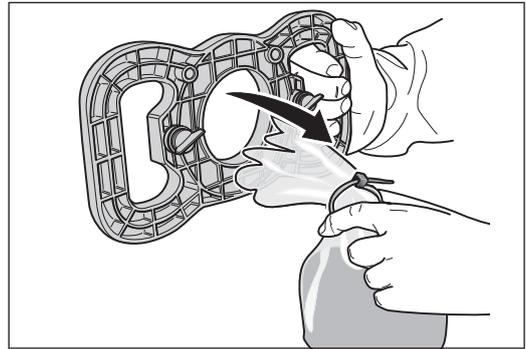
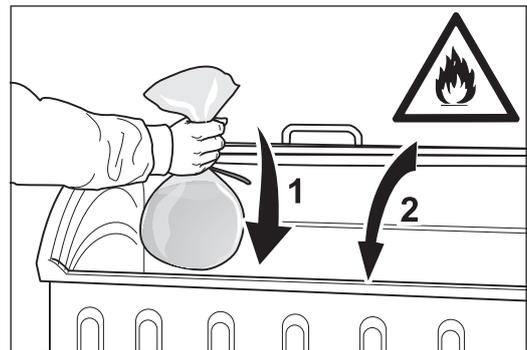

Abb. 31 Den Müllbeutel aus der Entleervorrichtung entfernen.
Abb. 32 Den gefüllten Müllbeutel in einen **nicht brennbaren** Behälter legen (1) und diesen verschließen (2) → **Brandgefahr!**
- **Der Staub sack muss immer direkt nach dem Schleifen von der Maschine entfernt und mit der Entleervorrichtung in einen Beutel entleert werden! Legen Sie diesen Beutel in einen nicht brennbaren Behälter! Verschließen Sie diesen Behälter mit einem nicht brennbaren Deckel (Abb. 32)! Lagern Sie den Behälter unbedingt im Freien an einem Ort mit nicht brennbarer Umgebung!**
- 18** Entfernen Sie den gefüllten Müllbeutel aus der Entleervorrichtung (Abb. 31) und legen Sie ihn in einen geeigneten, **nicht brennbaren** Behälter (Abb. 32, 1)! Verschließen Sie den Behälter **wegen Brandgefahr** mit einem **nicht brennbaren** Deckel (Abb. 32, 2)! Lagern Sie den Behälter unbedingt **im Freien** an einem Ort mit **nicht brennbarer** Umgebung!